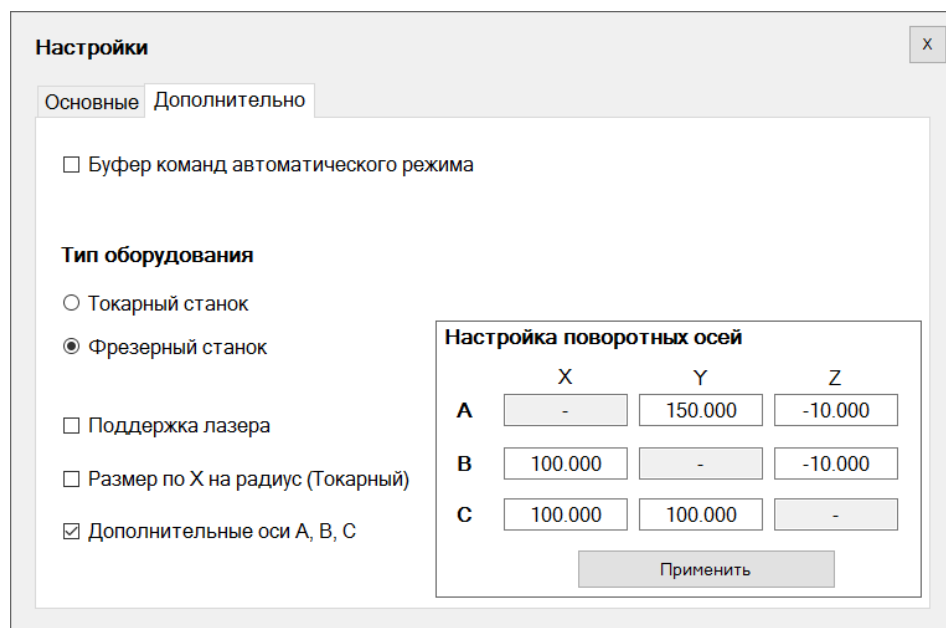

Рис.11. Настройка поворотных осей
- При включенных дополнительных осях отображается панель с настройками расположения дополнительных поворотных осей, где указываются координаты их расположения (рис.11).